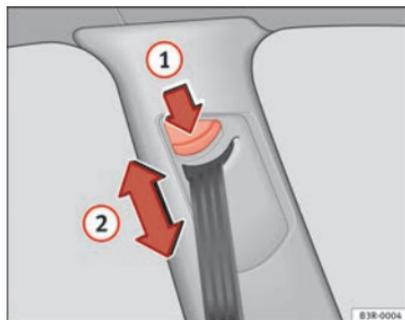

Fig. 17 Ajuste de la altura del cinturón (dispositivo-guía)
- Pulse la tecla ⇒ fig. 17 ① para ajustar la altura del cinturón.
- Desplace el dispositivo-guía hacia arriba o hacia abajo, de modo que la banda del hombro se deslice aproximadamente por el centro del mismo, pero **en ningún caso sobre el cuello** ⇒ fig. 17 ② ⇒ ⚠ en Colocación de la banda del cinturón de la página 25.